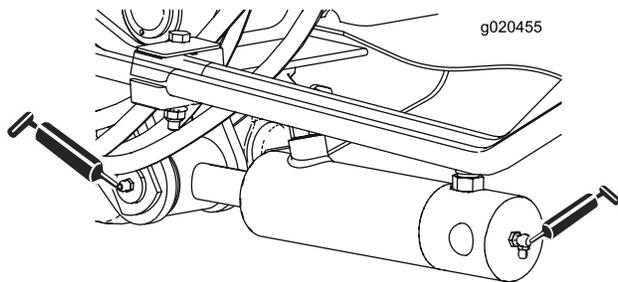

Рисунок 69
- Втулки цилиндров подъемных рычагов (2 шт.с каждой стороны) (Рисунок 69)